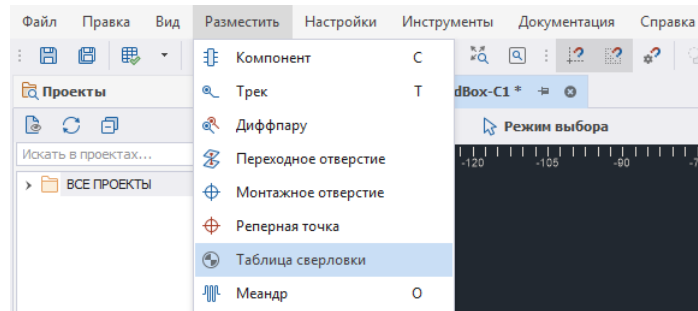

Рис. 39 Инструмент «Таблица сверловки»
2. В главном меню программы выберите «Разместить» → «Таблица сверловки», см. Рис. 39.